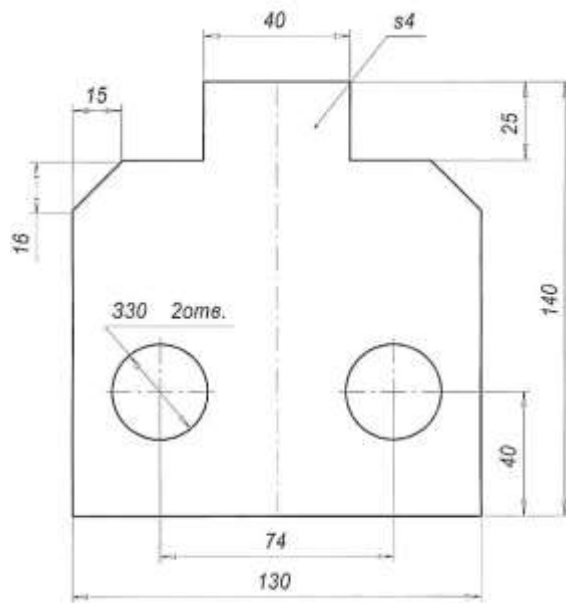

Рис. 18.14
1. Выполните чертеж детали (рис. 18.14) и нанесите размеры.